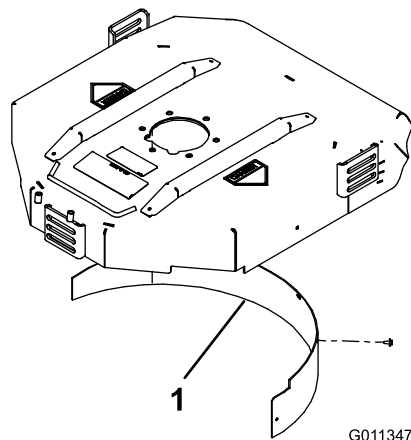

图8
- 将碎草隔板装入后开口内并使用 5 个凸缘头螺栓进行固定 图8。